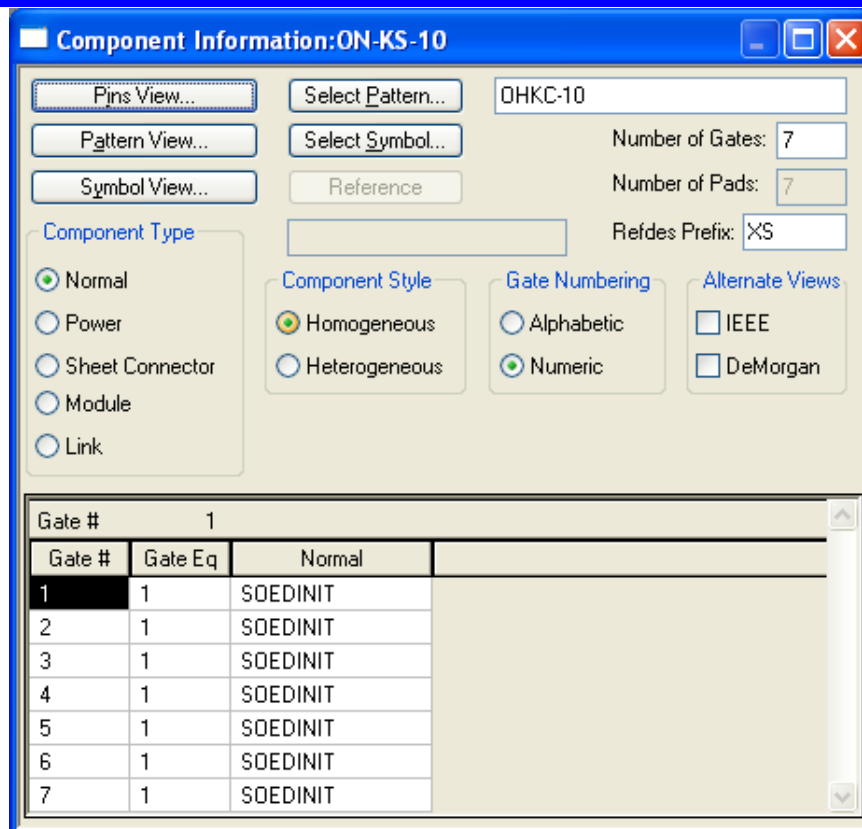

Рисунок 3.45 – Формирование свойств электрического соединителя **ОН-КС-10** в диалоговом окне *Component Information*
- Вид диалогового окна **Component Information** после формирования свойств электрического соединителя **ОН-КС-10** представлен на рис. 3.45.